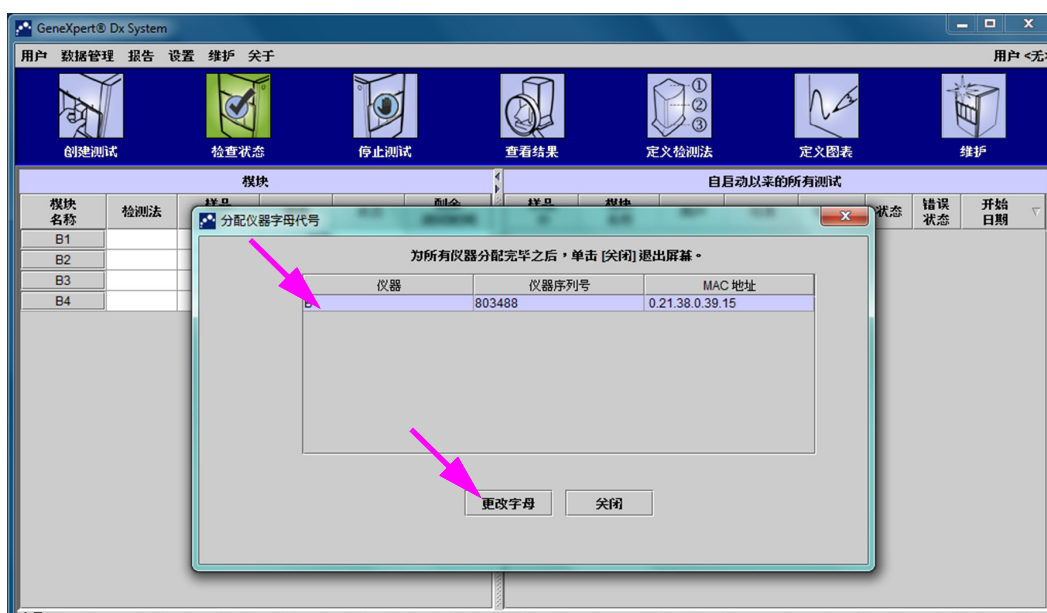
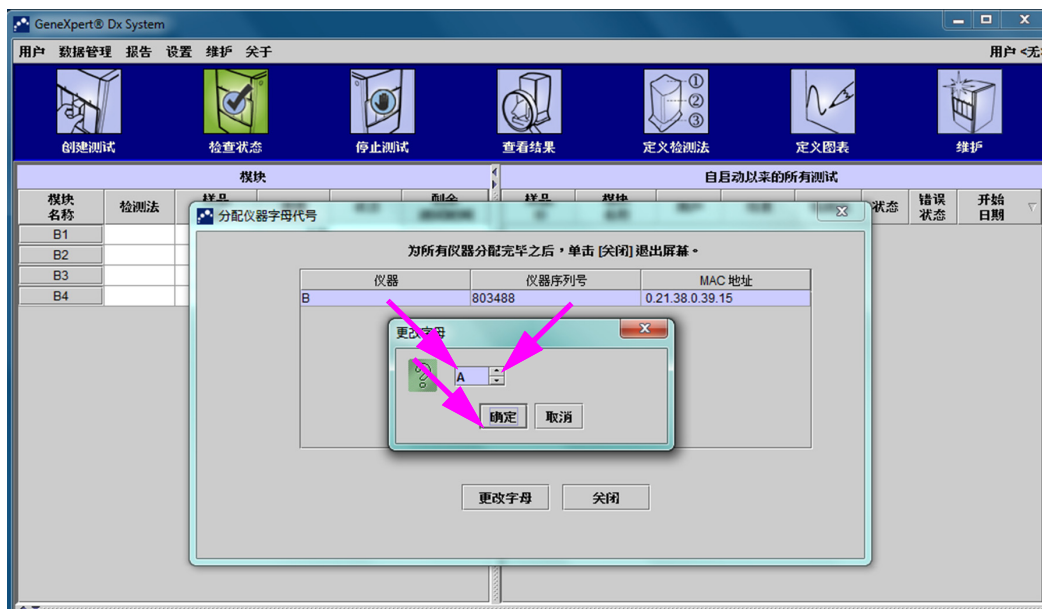

图 2-57. 显示 “分配仪器字母代号” 叠加对话框的 “GeneXpert Dx System” 窗口
图 2-58. 显示 “更改字母” 叠层对话框的 “GeneXpert Dx System” 窗口
5. 要更改分配字母代号，请单击选择要更改的仪器，然后在“分配仪器字母代号”对话框中单击**更改字母**（参见图 2-57）。出现“更改字母”对话框，如图 2-58 所示。使用“更改字母”对话框中的上下箭头选择要分配给模块的字母。
6. 在更改分配字母代号后，单击**确定**。参见图 2-58。